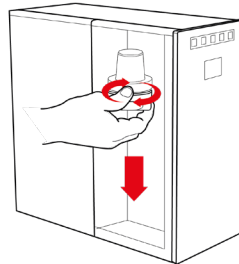

Fig. 2-29
28.10 – Svitare ed estrarre il tappo per sanificazione, ruotandolo da destra verso sinistra, vedi Fig. 2-29.